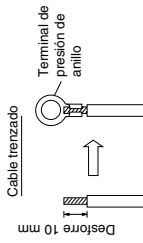

Fig. 5-5
- (1) Corte el extremo del cable con alicates de corte, desdórralo el aislante para exponer los conductores trenzados unos 10 mm y retuerza con fuerza los extremos de los conductores. (Fig. 5-5)